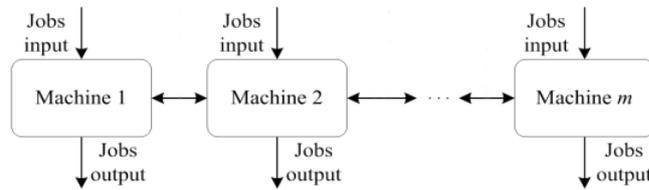

Figura 1.4 Esquema Job Shop (Framinan et al., 2014).
- Taller de trabajos (Job Shop), cuyo esquema se muestra en la Figura 1.4